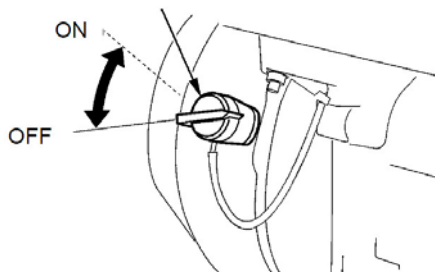

Abb. 20: Zündschalter einschalten
Um den Motor im Notfall zu stoppen, drehen Sie einfach den Zündschalter (Abb.20) auf die Position „OFF“.
Schritt 2: Schalten Sie nun den Zündschalter des Motors (Abb.20) auf „OFF“.